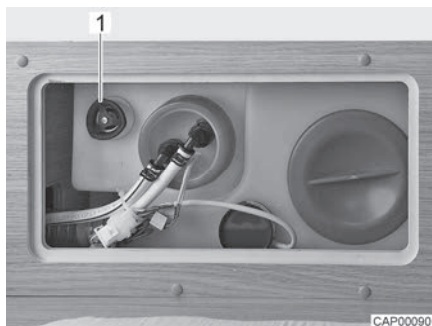

Fig. 75 Serbatoio dell'acqua con maniglia girevole
- Sul serbatoio dell'acqua ruotare la maniglia girevole (Fig. 75,1) in senso antiorario, oltre la resistenza verso l'esterno fino all'arresto, per aprire completamente l'apertura di scarico.